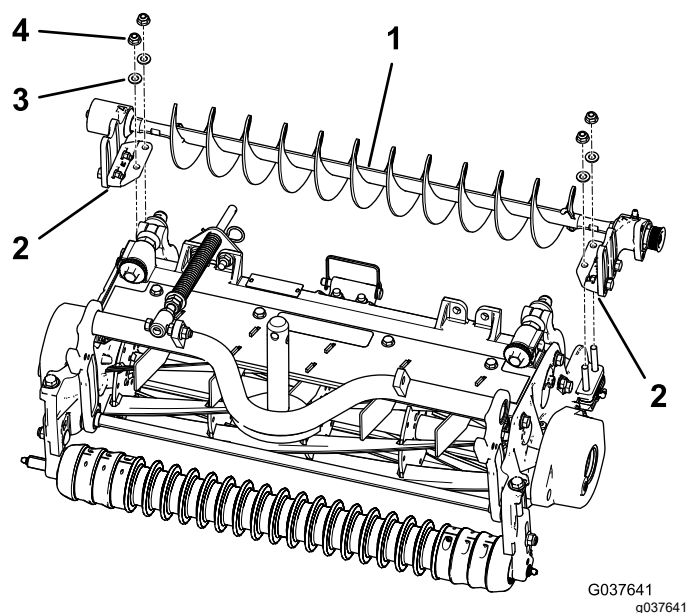

図 9
4. 左または右ローラブラシアセンブリ取り付けブラケットを、ローラブラケットボルトにセットする 図 9。